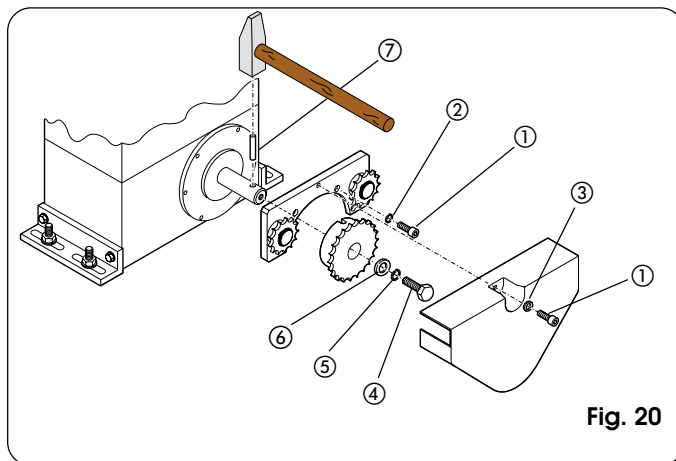
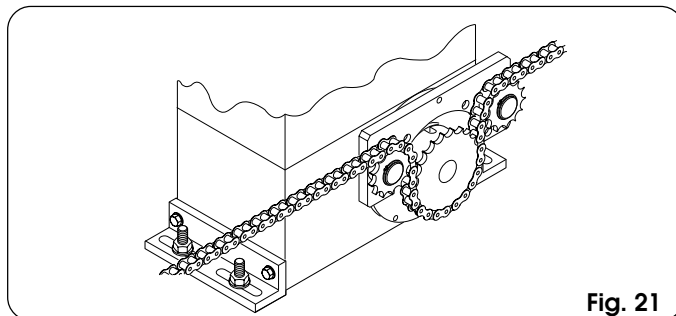

Fig. 20
Fig. 21
4.5.2. MOD. 844 ER RF (Fig. 20 - 21)
- 1) Introduzca la clavija elástica ⑦ en el árbol utilizando un martillo.
- 2) Aplique en la brida del motorreductor la abrazadera de los reenvíos locos, utilizando los cuatro tornillos ① (M5 x 12) (M5 x 12) y sus arandelas ② incluidas en el kit, tal y como se indica en la Fig. 20.
- 3) Aplique el piñón de cadena sobre el árbol haciendo coincidir los alojamientos del piñón sobre la clavija elástica y apriete el tornillo ④ y sus arandelas ⑤ y ⑥.
- 4) Pase la cadena como se indica en la Fig. 21 y monte el cárter de cobertura con el tornillo ① y la arandela ③ de la Fig. 20.